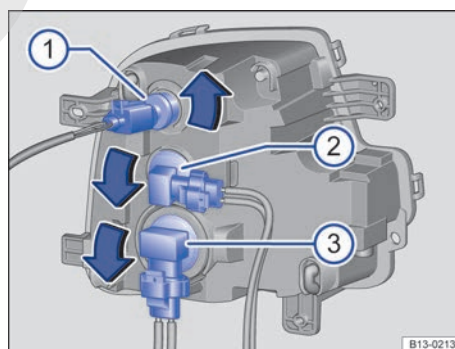

Fig. 166 En el lado izquierdo del paragolpes delantero: cambio de las lámparas del faro. ① intermitente, ② luz diurna, ③ luz antiniebla.
5.	Gire el portalámparas en el sentido contrario al de las agujas del reloj (flecha) → fig. 166, hasta el tope, y extraígallo junto con la lámpara hacia atrás.